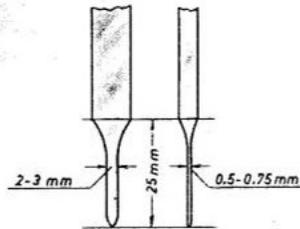

Abb. 66 Stahlfeder zum Reinigen der Zündkerze
9. Bevor die Zündkerze eingeschraubt wird, soll diese mit einer Stahlfeder, wie sie die Abb. 66 zeigt, oder im Sandstrahler gründlich gereinigt und der Elektrodenabstand auf 0,4 mm eingestellt werden.